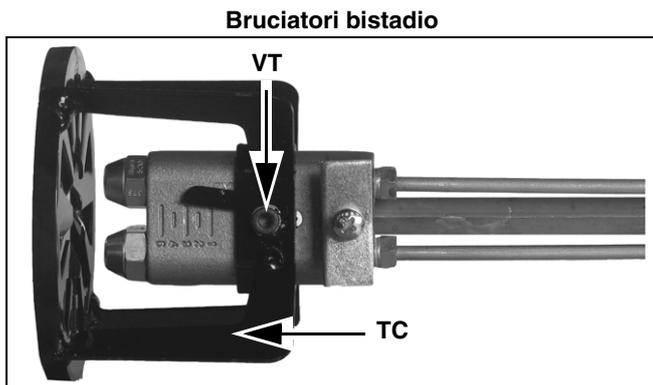
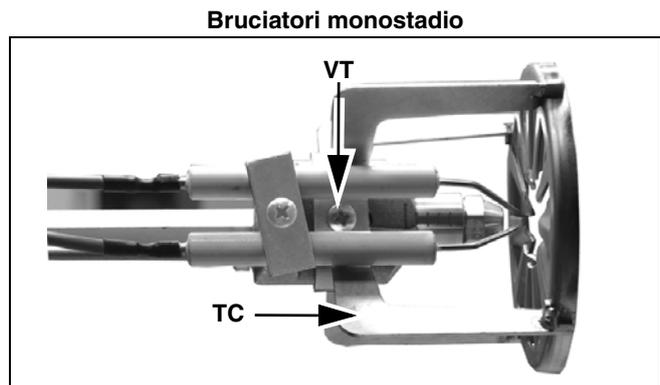

Fig. 51
Fig. 52
- Svitare la vite a brugola VT e rimuovere la testa di combustione TC, come mostrato in Fig. 51 - Fig. 52.